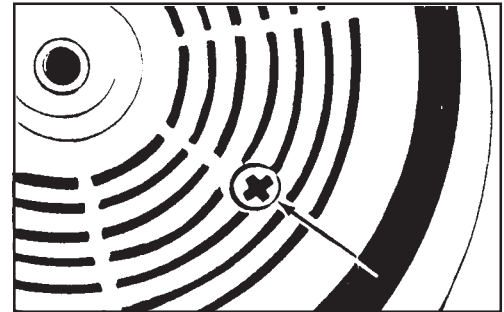

Рисунок 10
3. Выровняйте оба отверстия с одним из трех винтов в крышке привода. Выньте винт с крышки привода. Смотрите рис. 10.